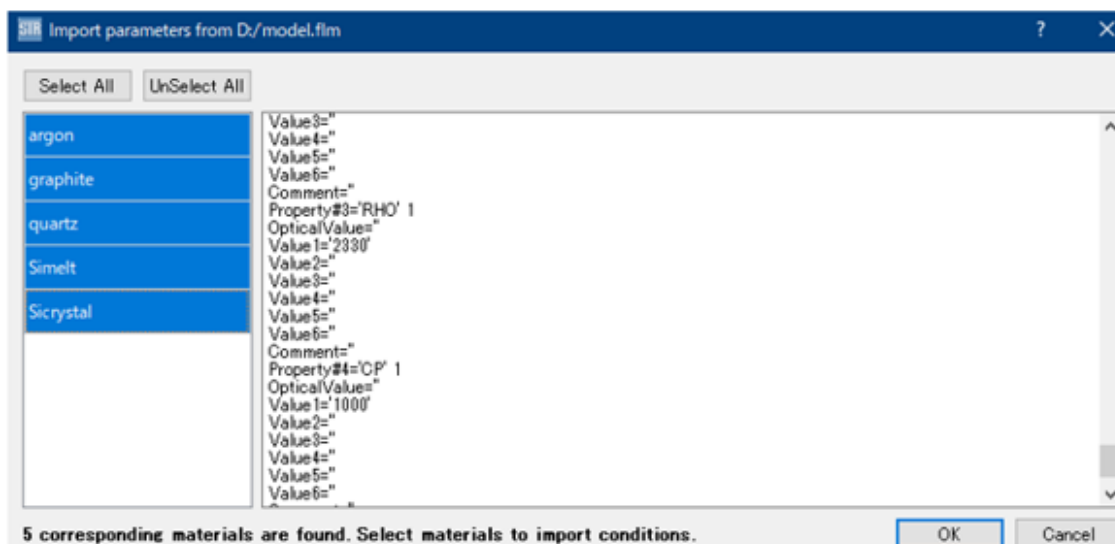

図 15 . 材料設定画面 (Basic Module で使用した材料物性のインポート機能)
- Basic Module で設定した材料物性のインポート機能の追加 (図 15)